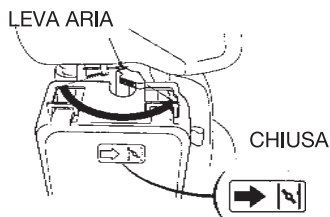

Fig.5
2. Per avviare il motore a freddo, portare la leva della valvola aria in posizione chiusa. (Fig. 5)